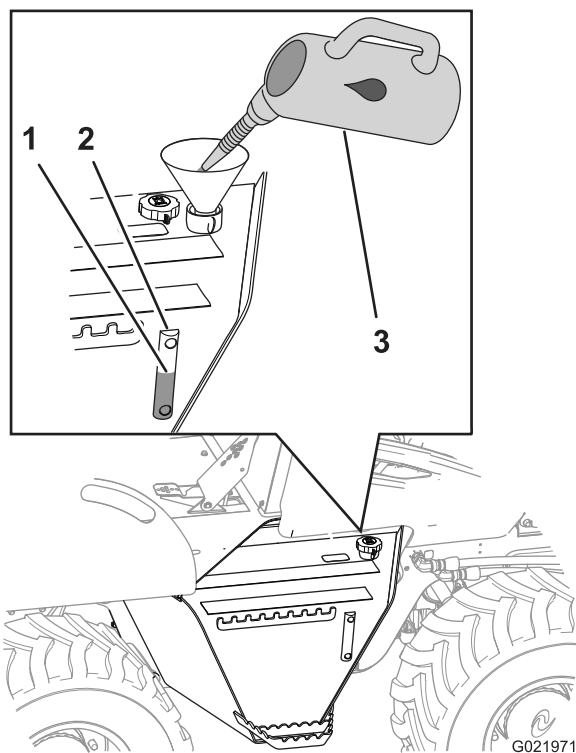

Bild 23
3. Prüfen Sie den Hydraulikölstand am Schauglas an der Seite des Hydraulikbehälters (Bild 23).
4. Wenn der Hydraulikölstand unter der Add-Markierung liegt, nehmen Sie den Deckel bzw. Entlüfter (Bild 23) ab, füllen Sie genug Hydrauliköl ein, um den Füllstand bis an die Voll-Markierung anzuheben; setzen Sie den Deckel bzw. Entlüfter ein.